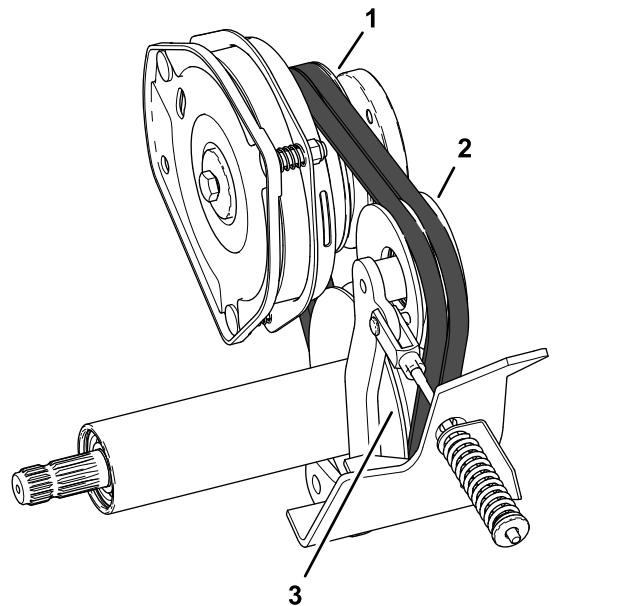

Figura 94
1. Alinhe as novas correias da PTO por cima das polias (Figura 94).